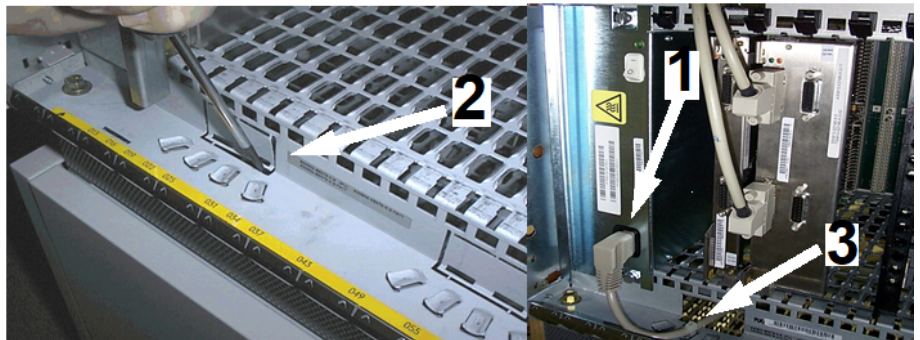

Figura 134: Sistema de corrente alternada OpenScape 4000
- 3) Passe o cabo (1) através da ranhura de metal (2) no bastidor (ver Figura 134: Sistema de corrente alternada OpenScape 4000 na página 149) até à unidade de base (Base Unit, BAU) abaixo do bastidor do módulo CSPCI/EcoServer.
- 4) Prender o cabo do alimentador com fixadores de cabos (3) nas ranhuras de metal.